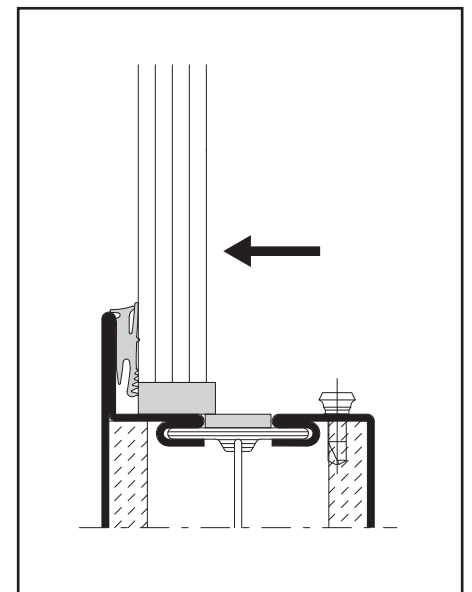

Abb. 15 / Fig. 15 / Fig. 15
- Glaselement einsetzen, in Richtung Anlagedichtung drücken und verketzen (Abb. 15).
- Poser le vitrage en pressant en direction du joint et le caler (fig. 15)
- Insert the glazing element, press in the direction of the glass contact weatherstrip and insert pads (Fig. 15).